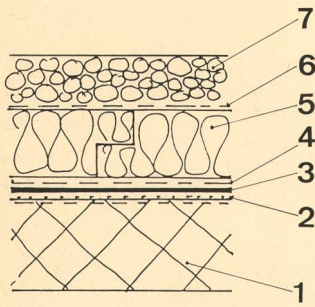

**Fig. 12**
- etwa 2 cm tiefer als die Dachhaut setzen (Fig. 12).